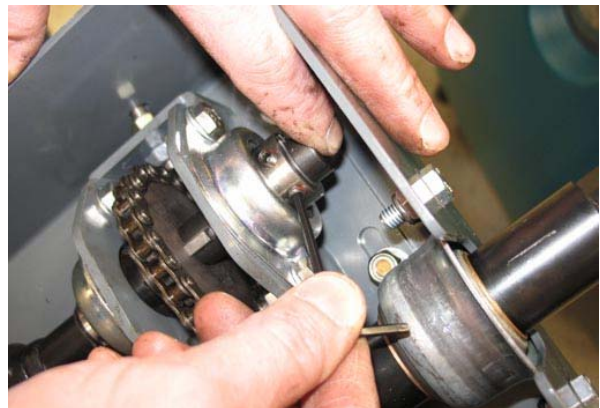
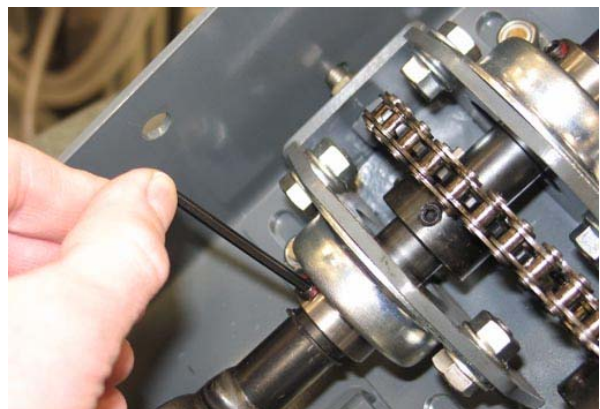

ABB. 48
ABB. 49
9. Drücken Sie das Stützplattengehäuse/die Flanschlager fest gegen den oberen Sicherungsring und ziehen Sie die Stellschrauben in den oberen und unteren Flanschlagern fest. Ziehen Sie die Stellschrauben mit 8,1–10,8 Nm / 72–96 in lbs. fest. (Abb. 48 / Abb. 49)